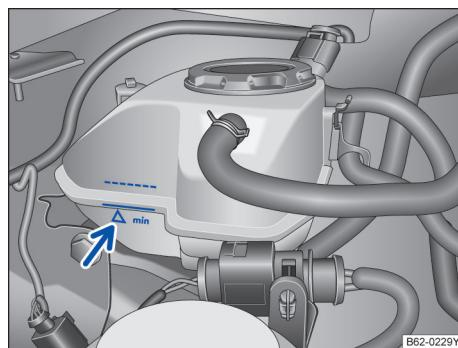

图 146 冷却液补偿容器上的液位标记
- 发动机处于冷态时检查冷却液液位是否处在膨胀罐侧面的标记范围内。 \rightarrow 图 146